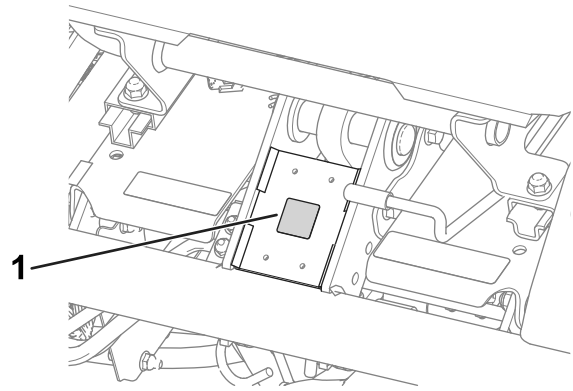

Figura 11
- Applicate l'adesivo di marcatura CE sul telaio sotto la parte anteriore del sedile (Figura 11).